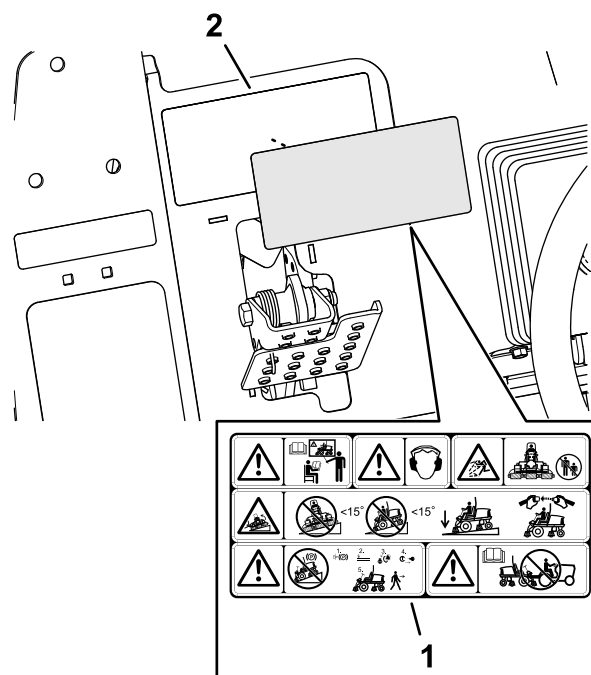

図 36
1. 消毒用アルコールときれいなウェスで、警告用デカル 133-2930 の表面をきれいに拭いて乾燥させる 図 36。